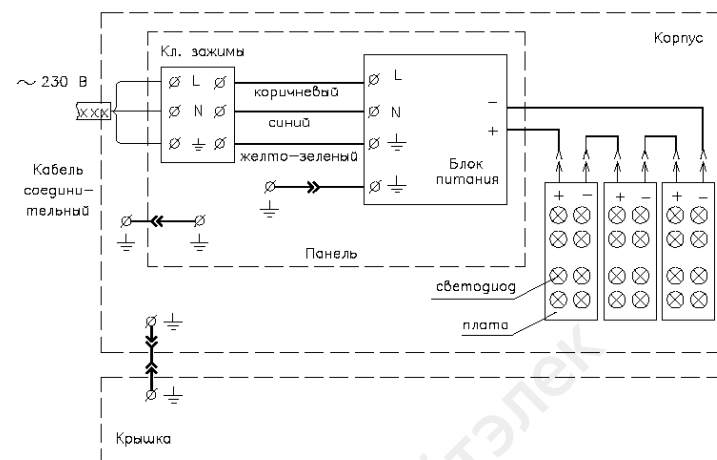

Рисунок 1 Схема электромонтажная соединений светильника серии «Линк Икс» исполнения 101
- 4.2 Подключить светильник к питающей сети (см. рисунок 1 или 2 в зависимости от исполнения) и проверить его на зажигание.